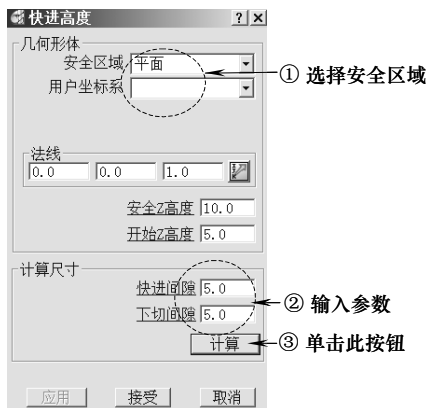

图 6-125 设置快进高度参数
(3) 设置快进高度 在 PowerMILL “综合” 工具栏中，单击“快进高度”按钮，打开“快进高度”表格，按图 6-125 所示设置快进高度参数，完成后单击“接受”按钮退出。